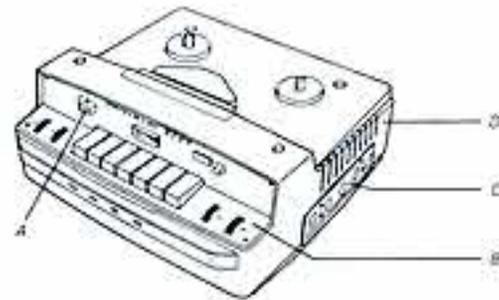

Abb. 1
1.1 Antrieb (siehe Abb. 1 und 2)